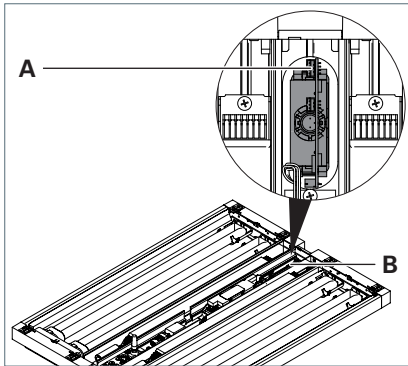

Fig. 9: Schnittstelle für Leuchten mit PIR-Sensor.
- ▶ Bei Leuchten mit **PIR-Sensor**: Schließen Sie das andere Ende der Verbindungsleitung an der Schnittstelle **A** „R/TxD0“ am PIR-Sensor **B** im Leuchtenkopf an, siehe Fig. 9.